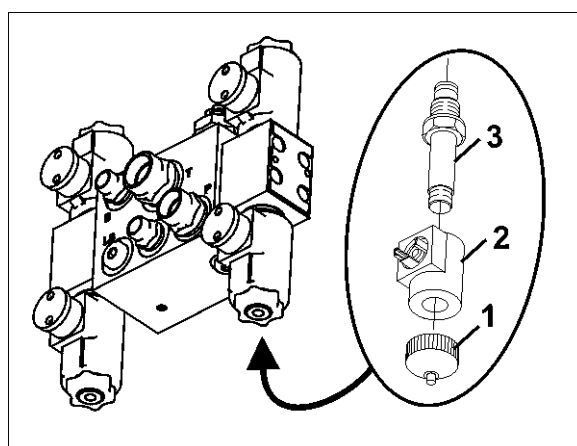

Fig. 182
- Noskrūvējiet elektromagnētisko vāciņu (Fig. 182/1).
- Noņemiet elektromagnētisko spoli (Fig. 182/2).
- Izskrūvējiet vārstu kātus (Fig. 182/3) kopā ar vārstu ligzdām un iztīriet, izmantojot saspiestu gaisu vai hidraulikas eļļu.